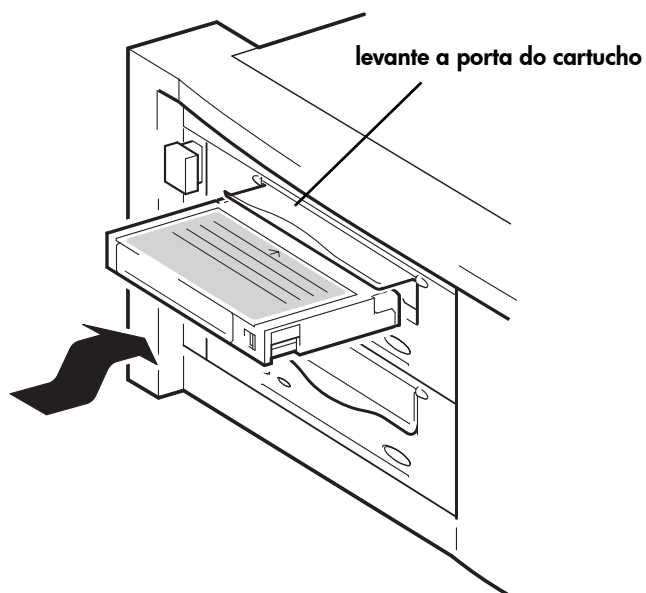

Figura 6a: carregar um cartucho
- 1 Levante a porta do cartucho na parte frontal da unidade de fita e insira o cartucho no slot, com a seta para cima e voltada para a porta da unidade. Pressione suavemente até a unidade segurar o cartucho e carregá-lo. (Veja a figura 6a.)